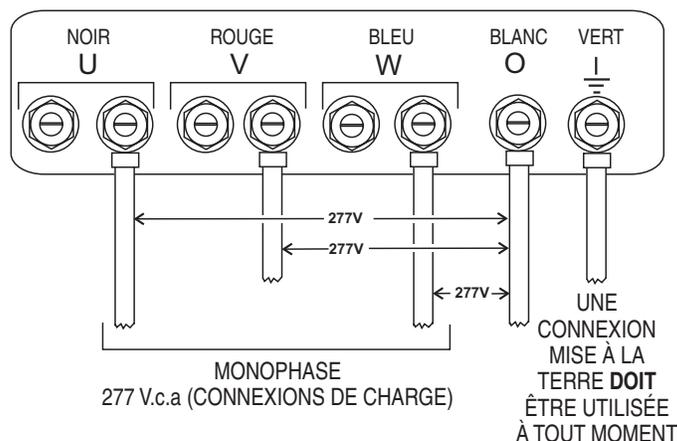

Figure 25. Cosses de sortie UVWO Connexions Monophasées 277 volts
- Connectez les fils de charge aux cosses UVWO comme indiqué dans Figure 25.